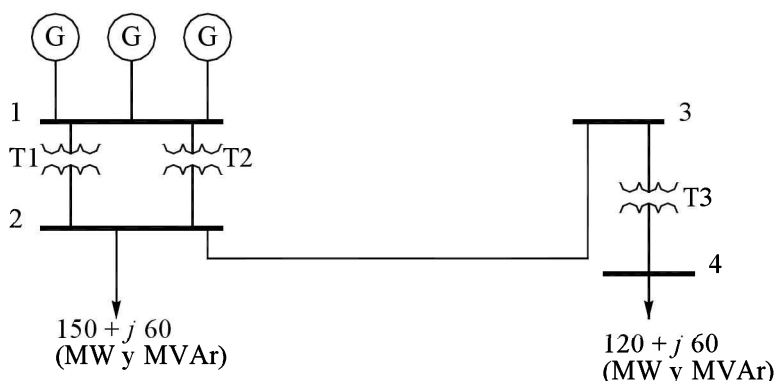

Figura 2.14 Esquema unifilar para el Problema 2.7.
- 2.7** Considerar el sistema trifásico de la Figura 2.14. Desde el nudo de generación (nudo 1) la energía eléctrica es transformada a 230 kV (nudo 2) por dos transformadores trifásicos idénticos en paralelo, T1 y T2. Desde este nudo parte una línea de 230 kV y 50 km que termina en el nudo 3. Un tercer transformador T3 transforma la energía alimentando un nudo de 69 kV de una subestación (nudo 4). Se quiere mantener este último nudo a una tensión exactamente de 69 kV. ¿A qué tensión ha de mantenerse el nudo 1 si la carga del sistema es la indicada en la figura?